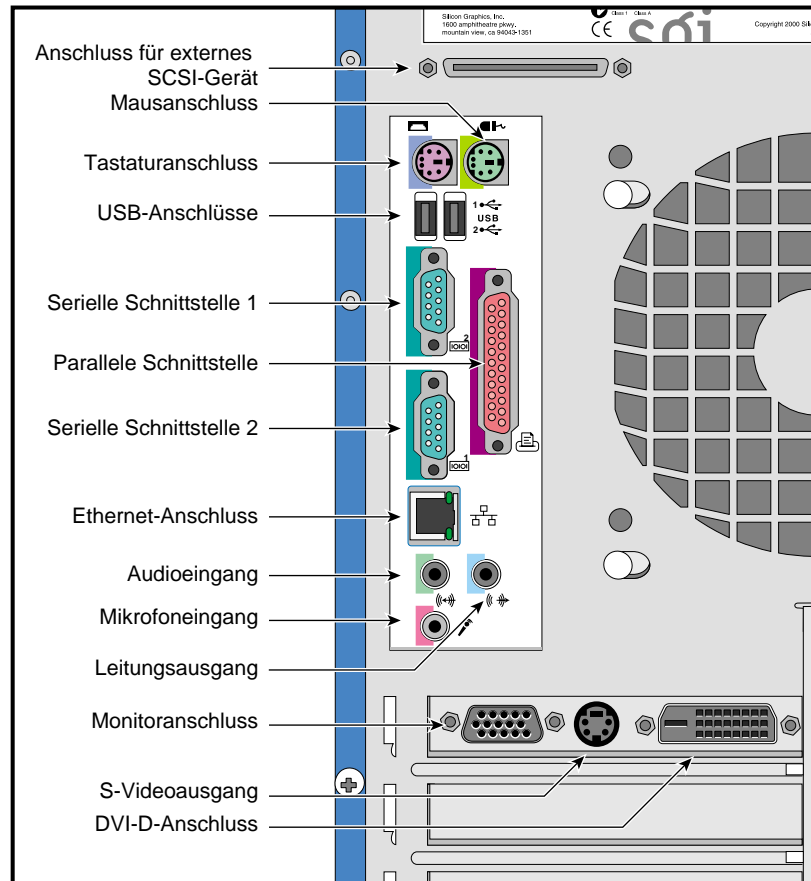

Abbildung 1-10 E/A-Anschlussfeld
- b. Schließen Sie den rechten Lautsprecher an das System an, indem Sie das Kabel mit dem Leitungsausgang des Systems und dem Signaleingang des Lautsprechers verbinden. Die Lage des Leitungsausgangs entnehmen Sie bitte Abbildung 1-10.
- 7. Schließen Sie weitere externe Geräte an die jeweiligen Anschlüsse an. Abbildung 1-10 zeigt eine Detailansicht des E/A-Anschlussfelds.